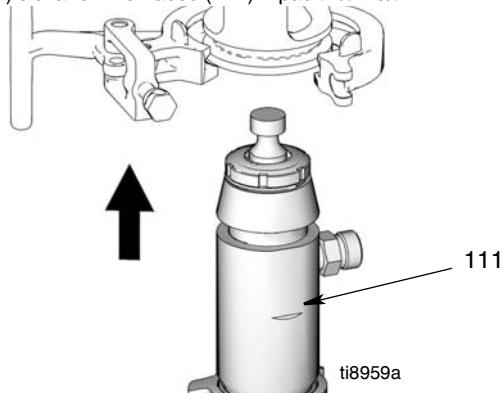

Рис. 21
2. (Рис. 21) Установите насос (111) в распылитель.